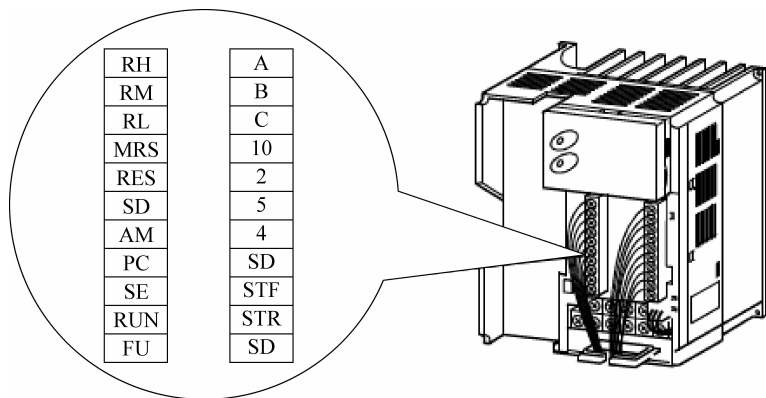

图 3-11 变频器控制回路的端子排列图
b. 端子的排列: 在变频器控制回路的端子排列如图 3-11 所示。其中,端子螺丝尺寸为 M2.5。